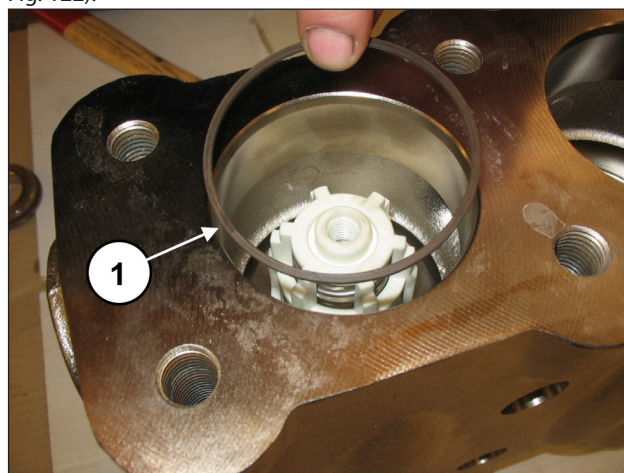

Fig. 122
Inserire l'anello antiestrusione, pos. esploso n. 16 (pos. ①, Fig. 122).